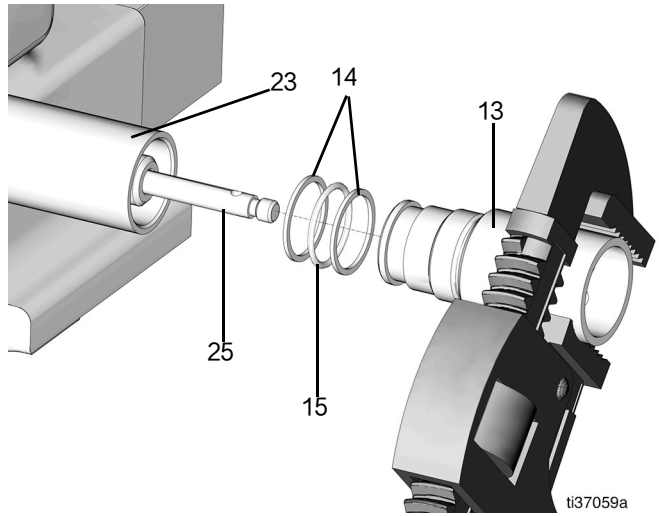

图 63
20. 更换两个铲管 (13) 的支撑环 (14) 和 O 形圈 (15), 并稍微润滑 (图 63)。
21. 将铲管 (13) 放入下部泵管 (23) 中并拧紧 (直至力矩达到 32 英尺-磅/43.4 牛·米) (图 63)。